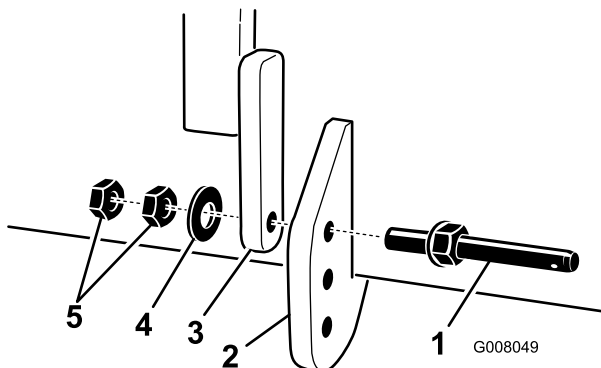

図 4
C. ワッシャとジャムナット2個を使って、各サポート・アームとエアレータ取り付けタブにリンク・ピン・アセンブリを取り付ける (図 4)。